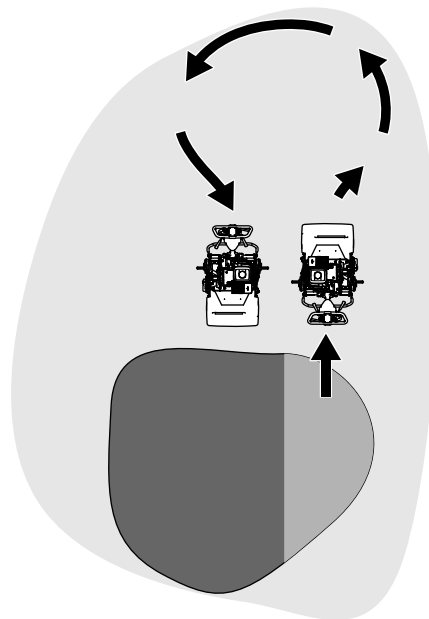

Figura 23
- Întoarceți mâna în afara ierbii, prin ridicarea cilindrului de tăiere (împingând mânerul în jos) și efectuând o rotire în formă de lacrimă pe tamburul de traciune (Figura 23).
1. Localizați maneta de cuplare a tracțiunii de pe cutia de viteze (Figura 23).